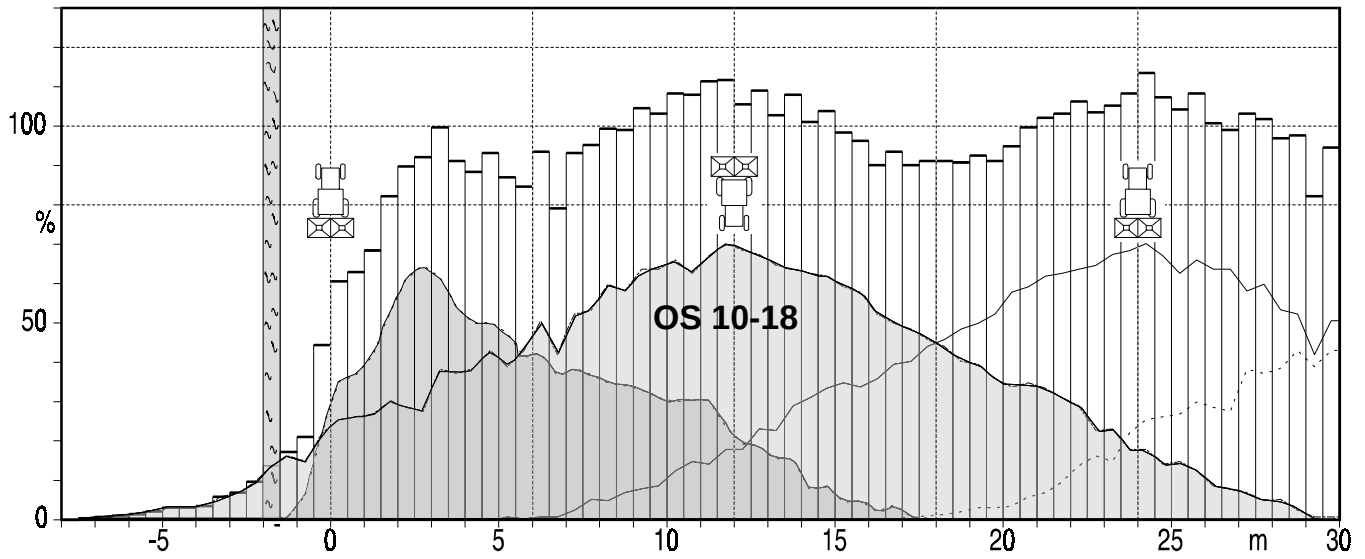

Fig. 4.3
- Stosują ścieżki przejazdowe od 10 względnie 12m (rys. 4.3 i 4.4).
Przykładowo wysiew graniczny, przy użyciu ekranu ustawionego na odległość 1,5m przy 18 metrowym odstępach ścieżek przejazdowych, gwarantuje nie wypadanie nawozu poza granicę pola. Jednakże przy tak samo ustawionych łopatkach (dla niektórych nawozów np. KAS), jest możliwe uzyskanie optymalnej, poprzecznej równomierności nawożenia, przy 10-18 metrowej szerokości roboczej, przy odstępach przejazdowych równych 12 lub 10m . Tarcze OS 10-18 potrafią wyrzucić na biegu wstecznym znaczne ilości nawozu (ok. 4,5 wzgl. 6,5 m) poza granice pola (patrz rys.4.3).